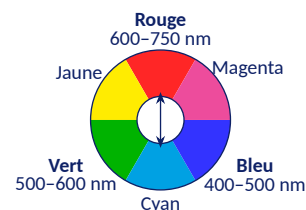

Figure 1 — Cercle chromatique simplifié
**Propriété.** La couleur perçue d'une solution est la **couleur complémentaire** de la couleur qu'elle absorbe : les deux sont diamétralement opposées sur le **cercle chromatique** (figure 1).